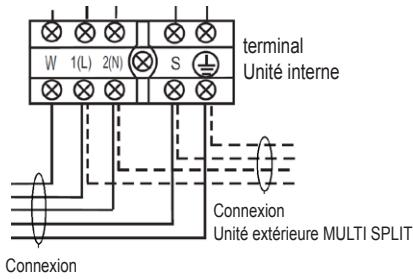

fig. 16 -
3. Établissez les connexions en vous reportant aux schémas de câblage de l'unité "*fig. 16 -*".